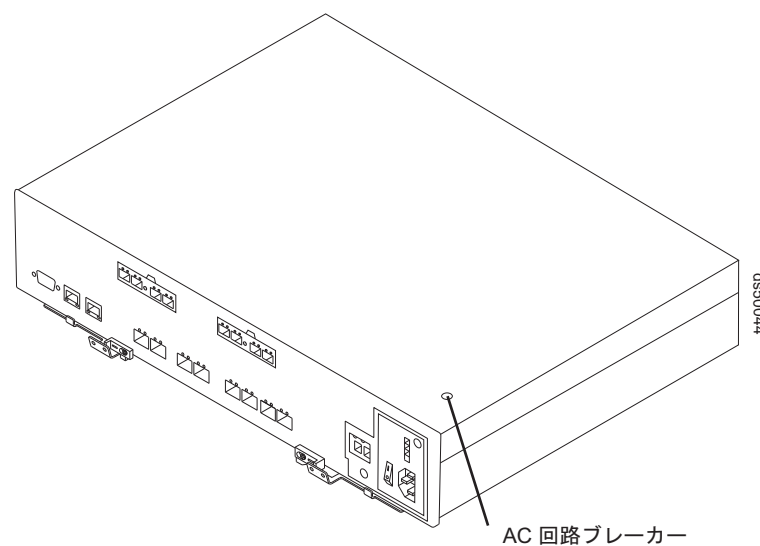

図 115. 回路ブレーカーのアクセス・ホール
8. コントローラーのカバーにある該当の穴を通して非導電性スタイラスを差し込み、静かに下に押します。図 115 は、コントローラー B のカバーにある回路ブレーカーのアクセス・ホールを示します。
注: コントローラー A および B がコントローラー・スロットに挿入されると、回路ブレーカーのアクセス・ホールの位置は、以下のようになります。コントローラー A で、回路ブレーカーのアクセス・ホールは、コントローラーの下部の左側にあります。コントローラー B で、回路ブレーカーのアクセス・ホールは、(図 115 に示されているとおり)、コントローラーの上部の右側にあります。